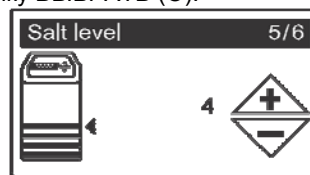

РИС. 12
9. **УРОВЕНЬ СОЛИ.** Нажать кнопки ВВЕРХ (▲) или ВНИЗ (▼) для установки уровня соли (См. Рисунок 12). Он должен соответствовать самому низкому числу на ярлыке соляной шахты над солью.
10. Нажать кнопку ВЫБРАТЬ (O).